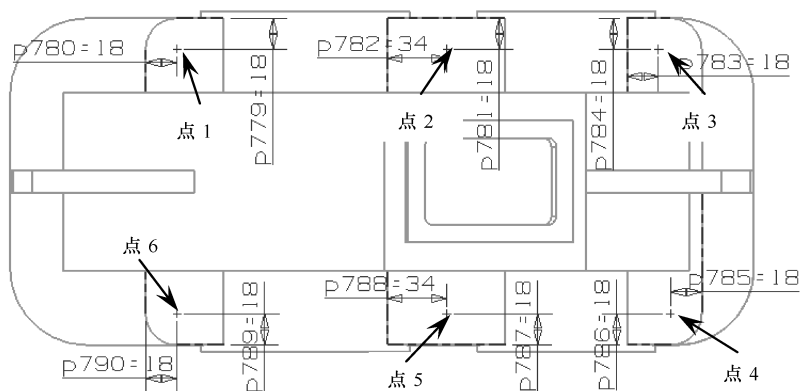

图 4-89 绘制 6 个点
- 18 进入草图模式后，绘制如图 4-89 所示的点草图。